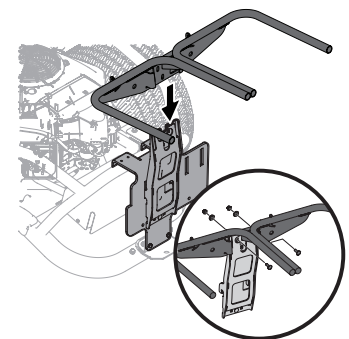

Figure 8
1. Installez et fixez l'ensemble de support au support de fixation vertical à l'aide de deux boulons de carrosserie (710-0276), de deux rondelles coniques (736-0242) et de deux contre-écrous d'épaulement (712-04063) provenant de la trousse de matériel 689-01419. Consultez la Figure 8.